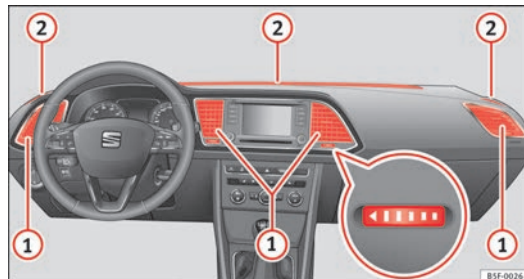

Fig. 88 Sur la planche de bord : diffuseurs d'air.
Pour garantir le chauffage, le refroidissement et la ventilation à l'intérieur de l'habitacle, les diffuseurs d'air ⇒ Fig. 88 ① doivent rester ouverts.